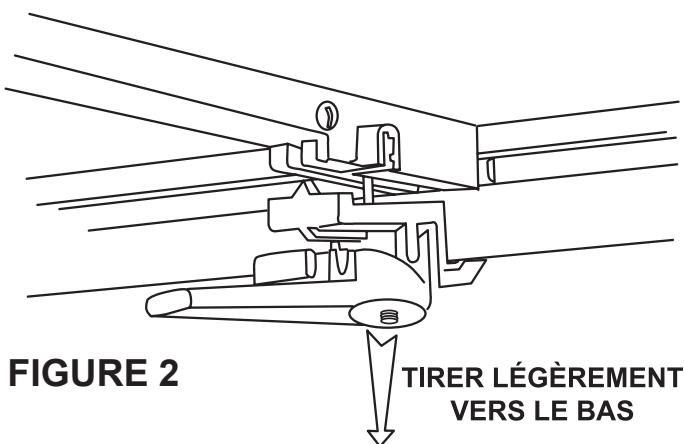

FIGURE 2
4. Incliner l'ensemble de poignée/d'attache de manière à ce que la languette de positionnement soit logée dans la fente, puis tirer l'ensemble vers le bas et faire glisser l'attache sous le rebord de la lèvre intérieure du rebord de caisse. Se reporter à la Figure 2
4. Incliner l'ensemble de poignée/d'attache de manière à ce que la languette de positionnement soit logée dans la fente, puis tirer l'ensemble vers le bas et faire glisser l'attache sous le rebord de la lèvre intérieure du rebord de caisse. Se reporter à la Figure 2.